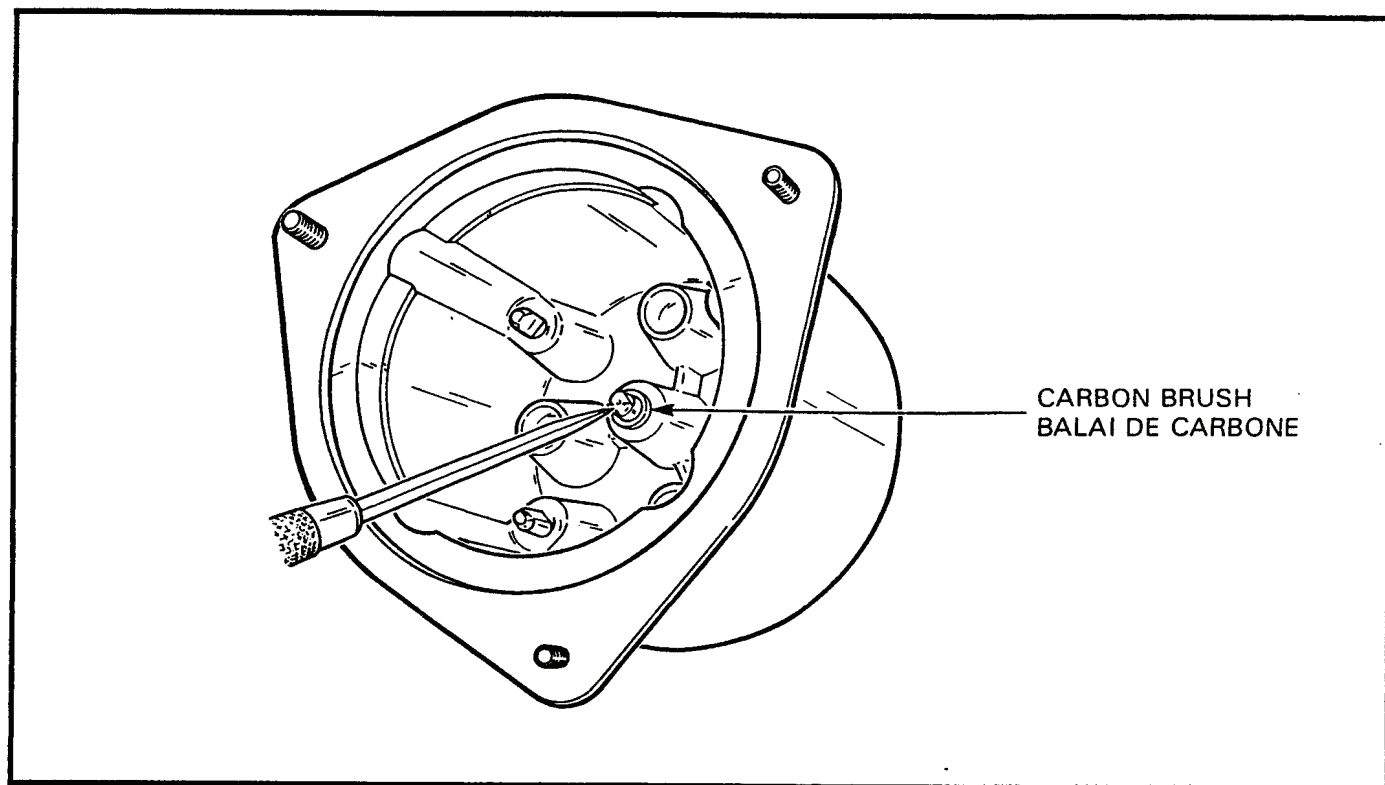

Figure 2-5-21 Distributor Cap Carbon Brush
- d. Inspect the carbon brush and spring for wear and replace, if necessary, see Figure 2-5-21.
- d. Vérifier si le balai de carbone et le ressort sont usés, et les remplacer si requis. Voir figure 2-5-21.